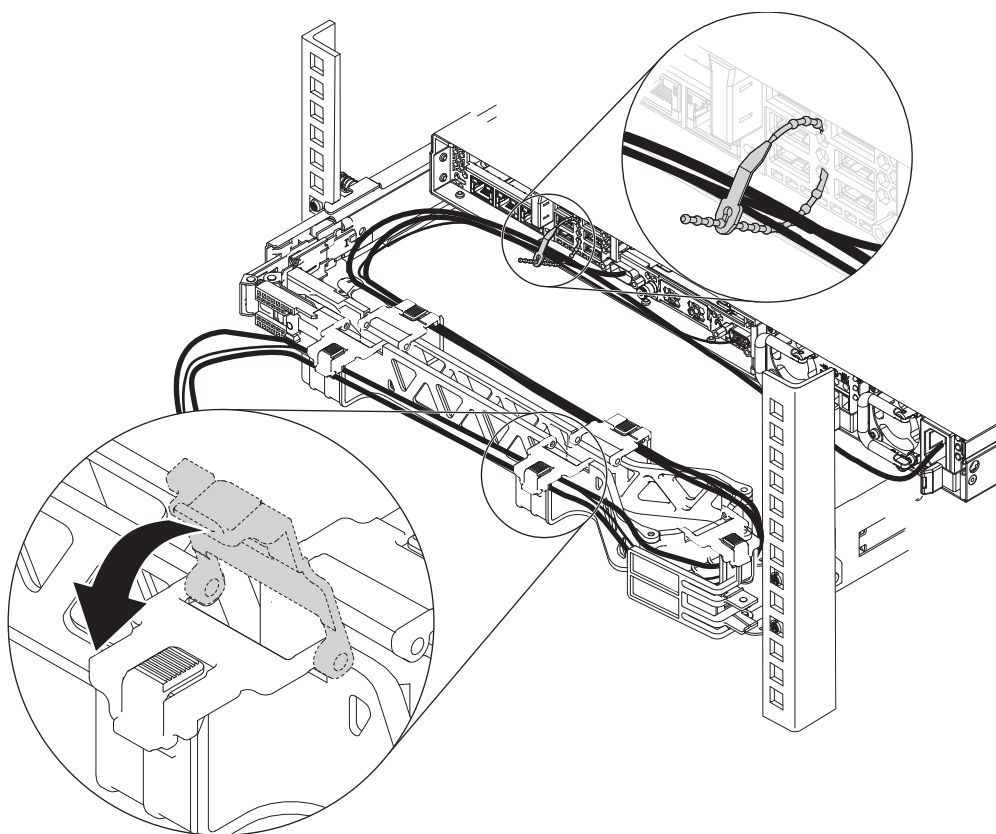

Figura 11. Desconectando os cabos e os laços
4. Desconecte os cabos roteados, conforme mostrado em Figura 11 na página 28.